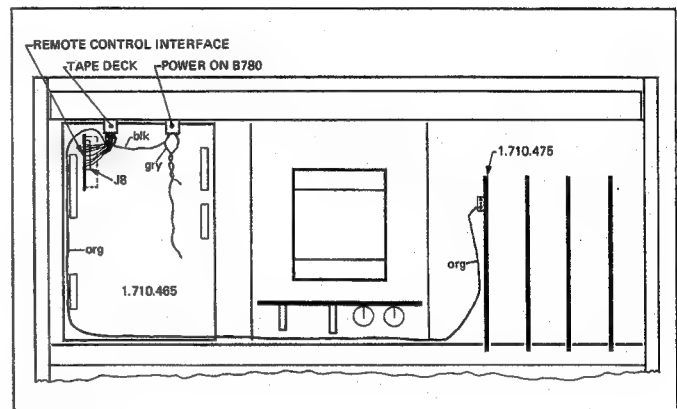

Fig.3.7
- Den Print REMOTE CONTROL INTERFACE in die Federleiste J8 (1.710.465) einstecken (Fig.3.7).
- Das orange Kabel dem bestehenden Kabelbund entlang bis zum Print AUDIO LOGIC CONTROL 1.710.475 führen und in die neu bestückte Federleiste einstecken (Fig.3.7).